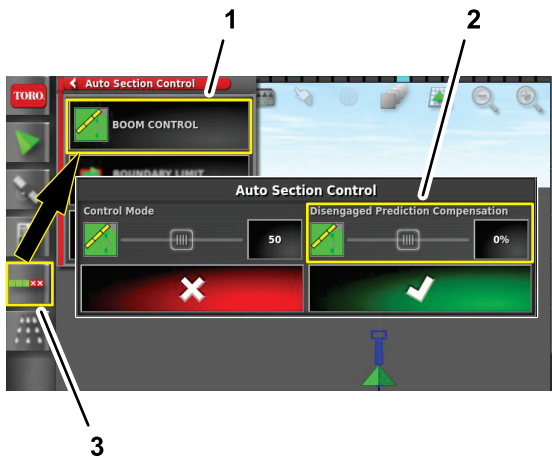

Figura 109
1. Pulse el icono CONTROL AUTOMÁTICO DE SECCIONES (Figura 109).
2. Pulse el icono CONTROL DE BRAZOS (Figura 109).